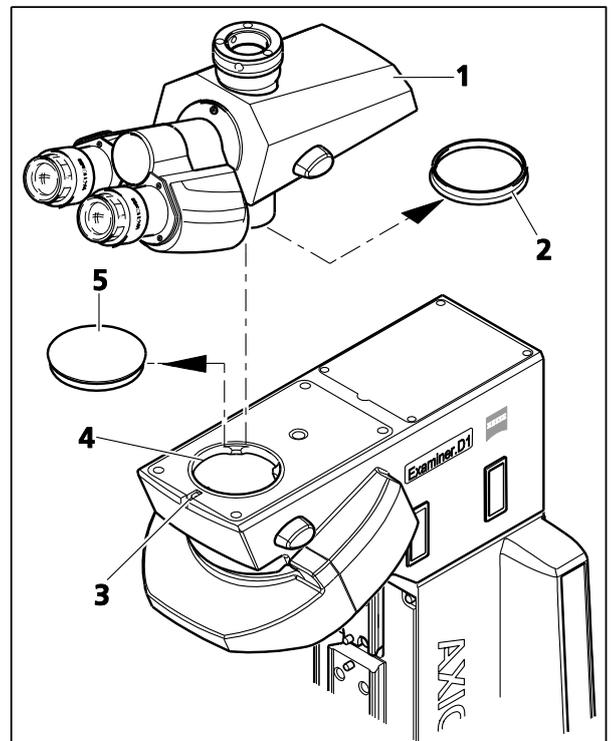

图 3-3 安装双目镜筒（光电管）
- 使用球头螺丝刀（宽度 A/F 3）拧松内六角螺钉（图 3-3/3）。从镜筒底部和主机架的燕尾安装座上取下防尘盖（图 3-3/2 和 5）。
- 将燕尾环插入安装座（图 3-3/4），以安装双目镜筒（图 3-3/1）。将双目镜筒旋转至所需观察位置，并再次使用球头螺丝刀拧紧内六角螺钉（图 3-3/3）。